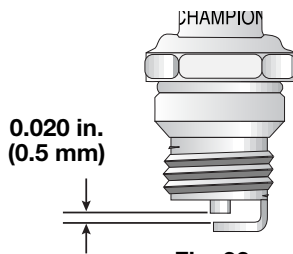

Fig. 32
3. Cambie las bujías que estén rajadas, sucias o deterioradas. Fije la separación de aire a 0,5 mm (0,020 pulgadas) utilizando un calibrador (Fig. 32).